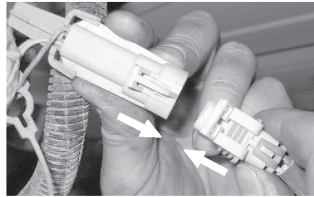

Fig. 4
3. Forbind stikket på sensoren til forbindelsesstikket på køretøjet (Fig. 4) Sørg for, at låsetappen på stikket er gået helt i indgreb samt at alle stikkets forseglinger er på plads.
3. Anslut sensorns elkontakt till fordonets anslutningsdosa (fig. 4). Kontrollera att kontaktndonets låstunga gör ingrepp helt och hållet och att alla kontaktndonstättningar finns på plats.